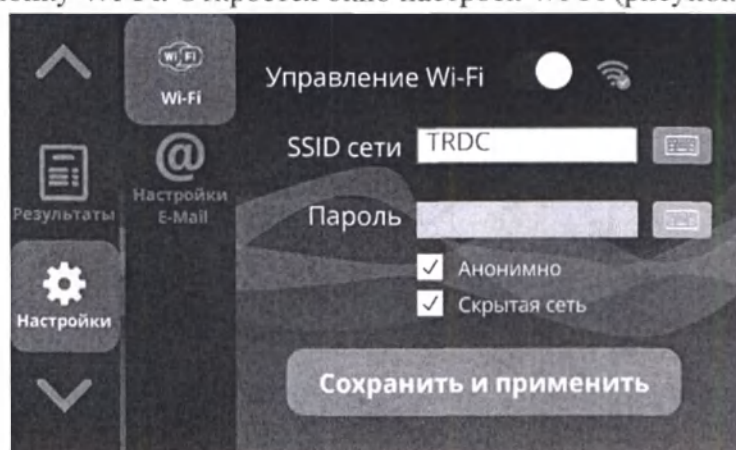

Рисунок 3.22 Окно настройки Wi-Fi
2. Нажмите на кнопку **Wi-Fi**. Откроется окно настроек Wi-Fi (рисунок 3.22).